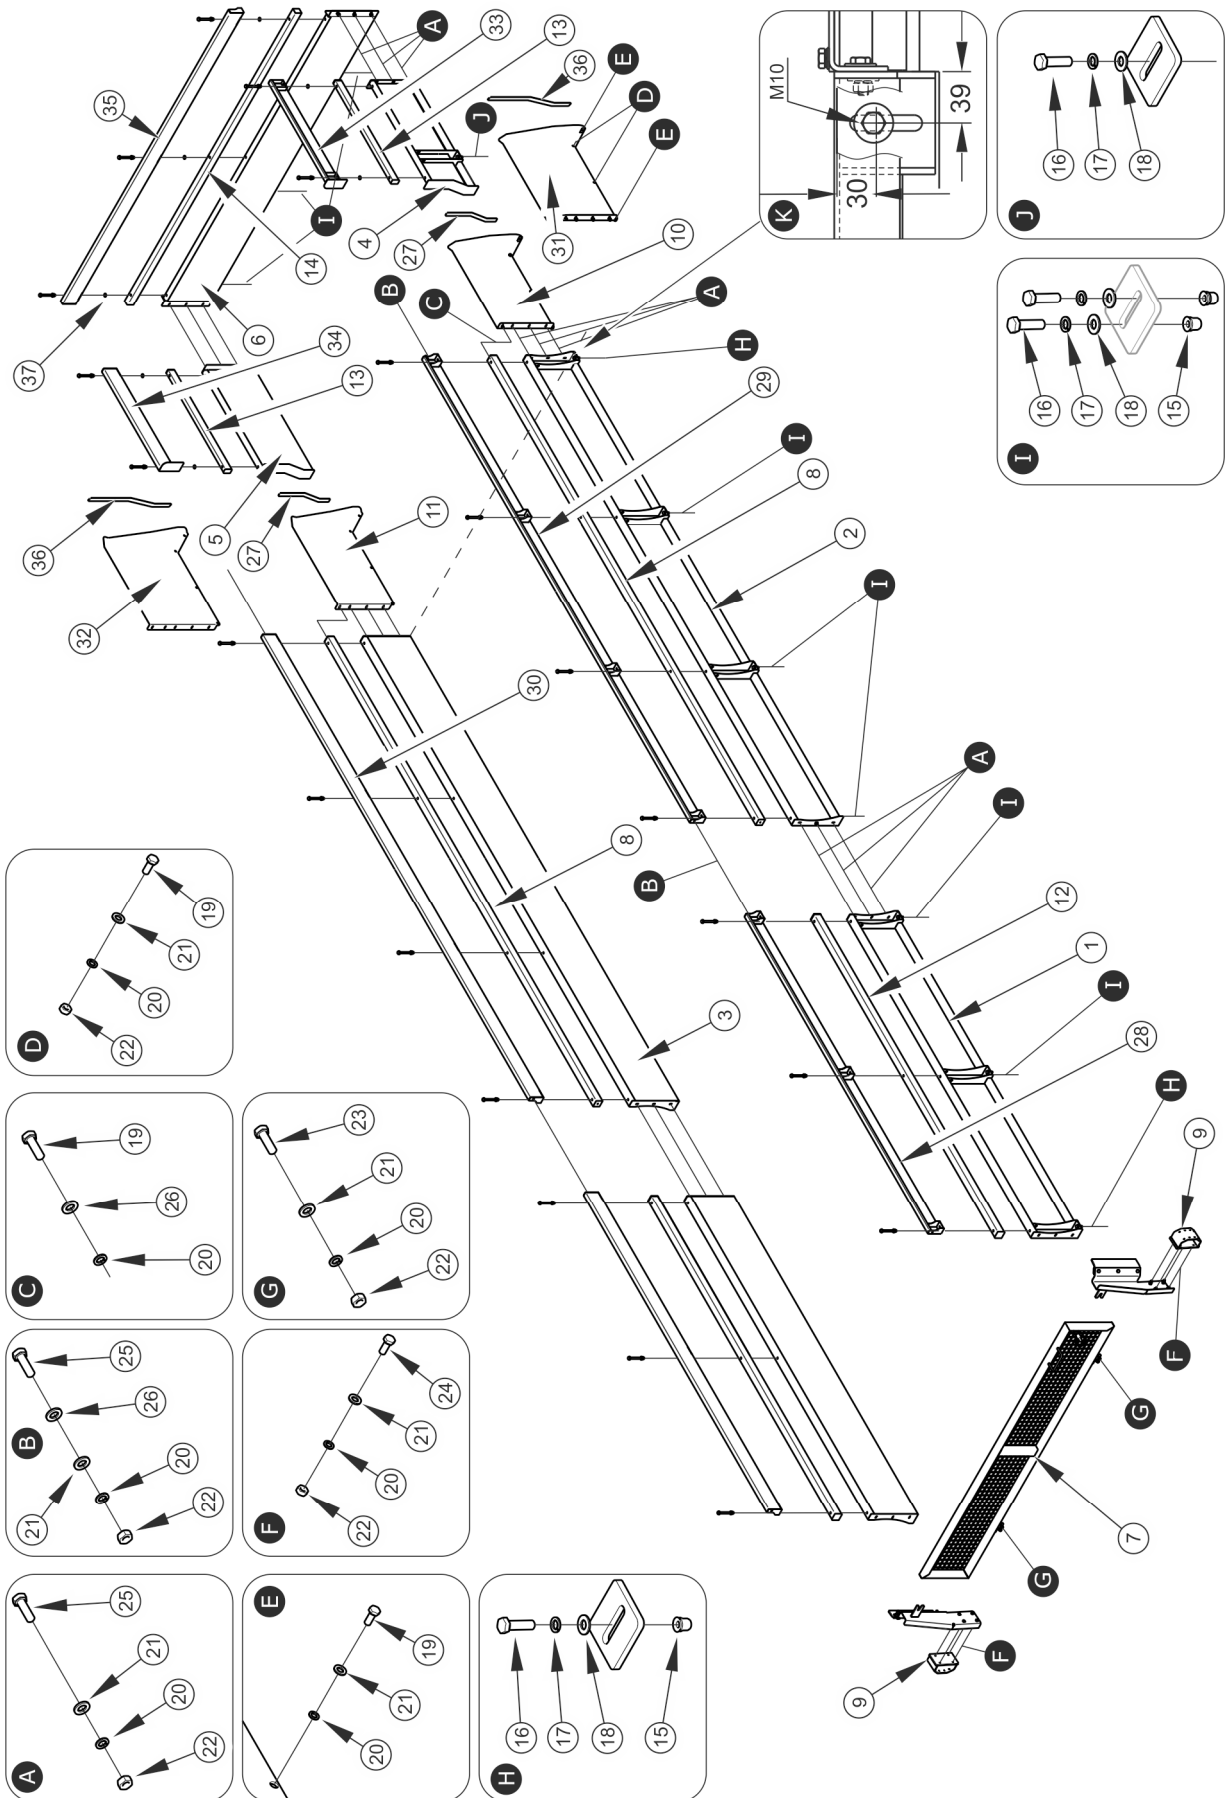
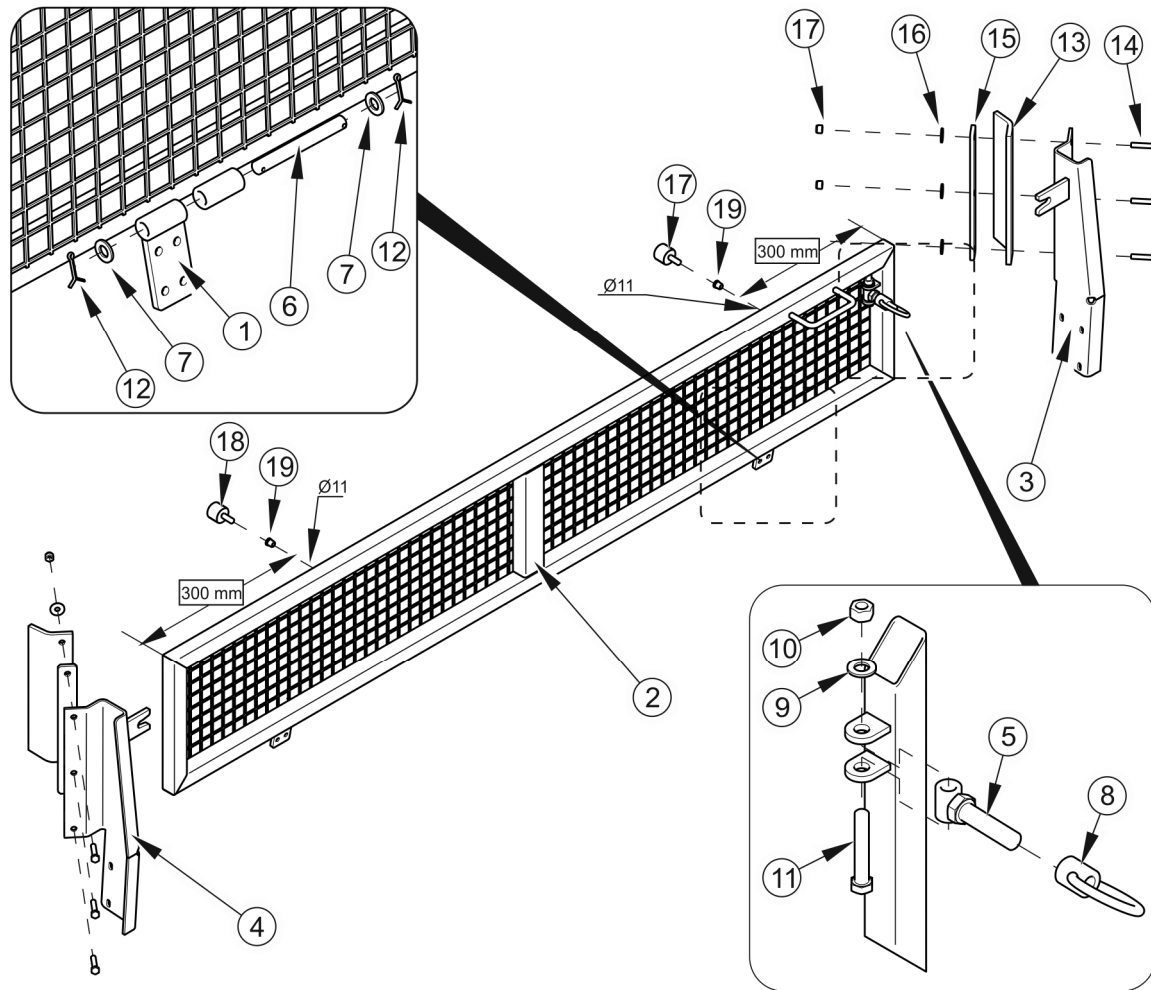

FIGURA A.1 Installazione di estensioni. Denominazioni secondo la tabella A.1
FIGURA A.2 Installazione dell'estensione della parete anteriore. Denominazioni secondo la tabella A.2
4. installare la prolunga sinistra (elemento 2 - figura A.1). Prendi come base il luogo segnato con la linea tratteggiata. Eseguire il primo foro ad una distanza di 39mm (particolare K - figura A.1),
5. montare il profilo laterale (pos.8-figura A.1),
6. installare l'estensione laterale sinistra +100 (elemento 29-figura A.1) - solo (400 + 100),
7. installare la prolunga della parete anteriore (elemento 1 - figura A.1),
8. montare il profilo anteriore (pos.12-figura A.1),
9. montare la prolunga a parete anteriore +100 (elemento 28-figura A.2) - solo (400 + 100),
10. installare la prolunga posteriore sinistra (pos. 10 - figura A.1) o la prolunga posteriore sinistra +100 (pos. 31 - figura A.1),
11. installare la prolunga della serranda sinistra (elemento 4 - figura A.1),
12. montare il profilo dell'ammortizzatore laterale (pos.13-figura A.1),
13. installare la prolunga serranda sinistra +100 (elemento 33 - figura A.2) - solo (400 + 100),
15. installare la prolunga della serranda (elemento 6 - figura A.1),
16. installare il profilo della serranda (elemento 14-figura A.1),
17. installare la prolunga della serranda +100 (elemento 35 - figura A.1) - solo (400 + 100),
19. installare il montante destro (elemento 4 - figura A.2), il montante sinistro (elemento 3 - figura A.2) e le guide (elemento 9 - figura A.1),
20. praticare fori Ø11 nel telaio di prolunga (elemento 2 - figura A.2) ad una distanza di 300 mm dal bordo. Installare qui rivetti e ammortizzatori (articoli 18 e 19 - figura A.2),
21. installare le prolunghie della prolunga (elemento 13 - figura A.2) ai montanti in modo che premano contro le pareti del cassone,
22. installare il telaio di estensione (elemento 2 - figura A.4) con le cerniere (elemento 1 - figura A.2)